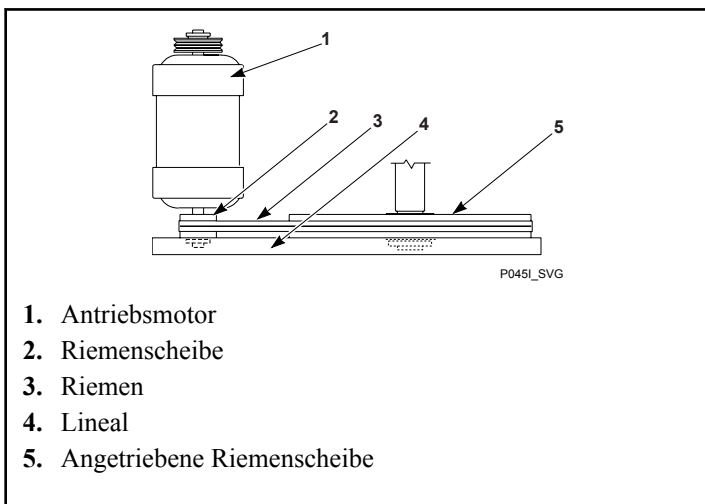

Abbildung 44
- c. Die Ausrichtung der Riemenscheiben prüfen, um zu gewährleisten, dass die Keilriemen ordnungsgemäß fluchten. Ein Lineal über die beiden Riemenscheiben legen. Das Lineal muss an vier Stellen mit den Riemenscheiben Kontakt aufweisen. Siehe *Abbildung 44*.